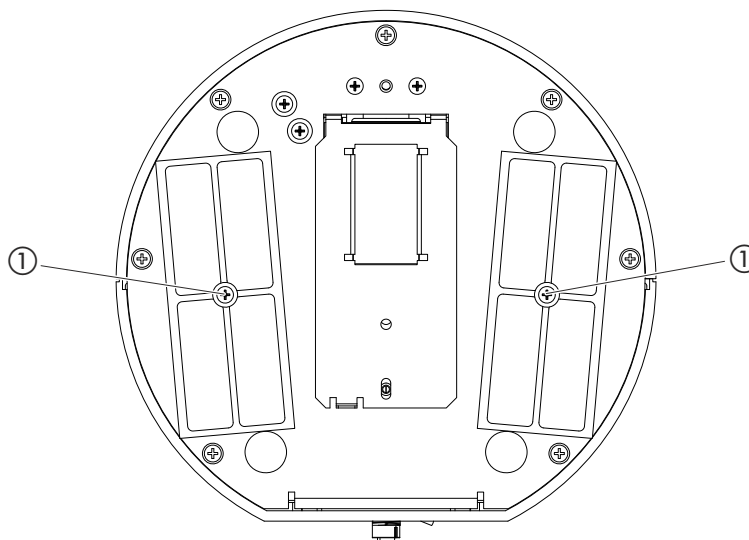

Fig. 15: Vista desde abajo
- 3 Desatornille ambos tornillos del centro de los soportes de los filtros, véase Fig. 15 en la página 63.